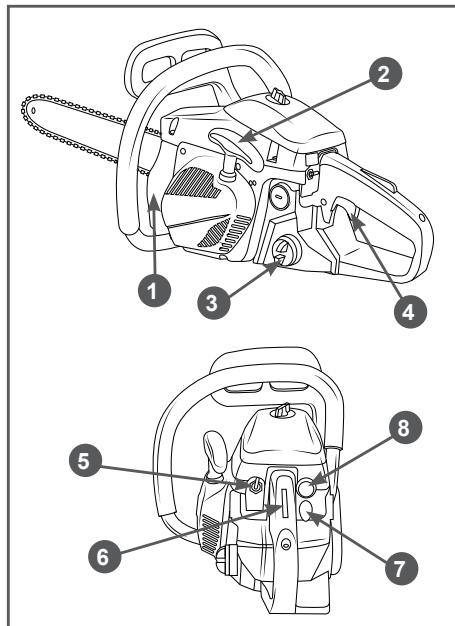

Рис. 11 Органы управления, необходимые для запуска бензопилы
5. Прокачайте топливо через карбюратор. Для этого нажмите (примерно 5-10 раз) на ручной топливный насос 8 (Рис. 11) до появления в насосе топлива и возникновения сопротивления при нажатии.
6. Установите выключатель зажигания 5 (Рис. 11) в положение «I».
7. Закройте воздушную заслонку карбюратора. Для этого вытяните рычаг 7 (Рис. 11) управления воздушной заслонкой.
9. Выберите свободный ход шнура стартера. Для этого потяните за ручку стартера 2 (Рис. 11) до тех пор, пока не почувствуете сопротивление, затем сильно, но плавно потяните за ручку. Повторите эти действия 3-5 раз до первой вспышки топлива в двигателе. Двигатель не запускается, а сразу глохнет. Плавно, не бросая, верните ручку стартера на место.
10. После первой вспышки откройте воздушную заслонку, для этого нажмите на рычаг 7 (Рис. 11) управления воздушной заслонкой и верните его в исходное положение.
Двигатель должен запуститься. Плавно, не бросая, верните ручку стартера на место. Правой рукой возьмите бензопилу за заднюю рукоятку, так, чтобы рычаг блокировки рычага газа 6 (Рис. 11) был зажат.
13. Правой рукой быстро нажмите рычаг газа 4 и отпустите (Рис. 11), при этом двигатель перейдет в режим холостого хода.